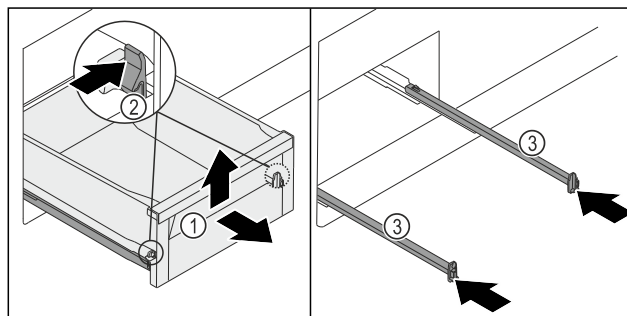

Fig. 127
- Витягніть висувний ящик Fig. 127 (1) до упору.
- Одночасно втисніть лівий і правий затискачі Fig. 127 (2) всередину.
- Висувний ящик Fig. 127 (1) від'єднається від рейок.
- Підніміть висувний ящик Fig. 127 (1) спереду.
- Вийміть висувний ящик Fig. 127 (1) рухом уперед.
- Всуňte рейки Fig. 127 (3).